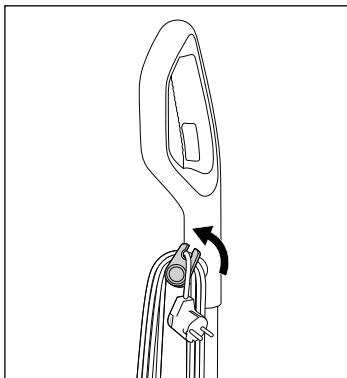

Abb. 43
- ♦ Ziehen Sie den oberen Kabelhalter **16** ein wenig heraus und drehen Sie diesen wieder nach oben (siehe Abb. 43).